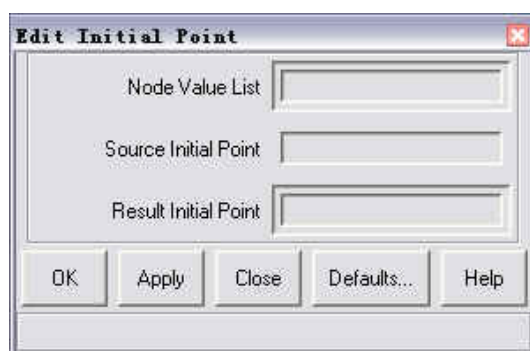

图 4-5 编辑初始点面板
1、显示编辑初始点面板（Analyses>Operating Point>Edit Initial Point），如图 4-5 所示。